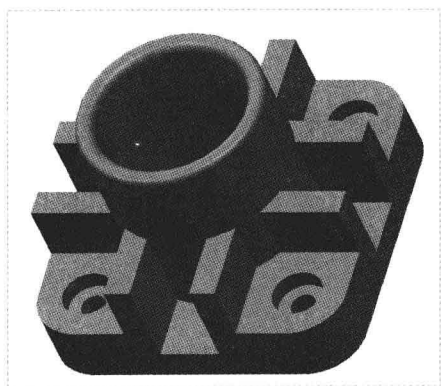

图 18-27 创建阵列特征
Step 12 接受默认选项, 单击“应用并保存在工具中所做的所有更改, 然后关闭工具操控板”按钮 , 完成阵列特征的创建, 如图 18-27 所示。